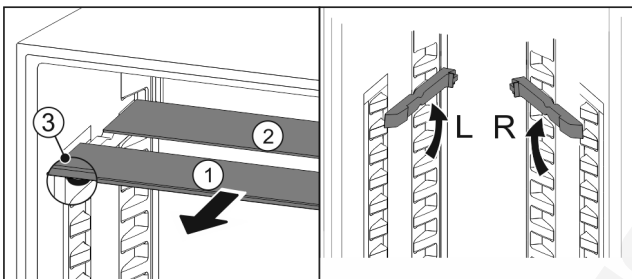

Fig. 67
- ▶ Húzza ki Fig. 67 (1) előle az üveglapokat egyesével.
- ▷ Az üveglap Fig. 67 (1) a díszléccel előre néz.
- ▷ Az ütközők Fig. 67 (3) lefelé mutatnak.